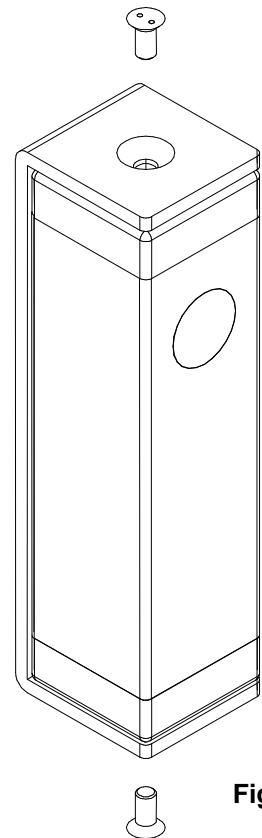

Fig. 6
- Inserire la fotocellula all'interno della staffa a C e bloccarla con le due viti antivandaliche fornite (Fig. 6)
- Die Photozelle in den Bügel einsetzen und mit den zwei mitgelieferten, bohrfesten Schrauben verschrauben (Abb. 6)
- Introducir la fotocélula en el estribo en C y bloquearla mediante los dos tornillos antivandálicos suministrados (Fig. 6)